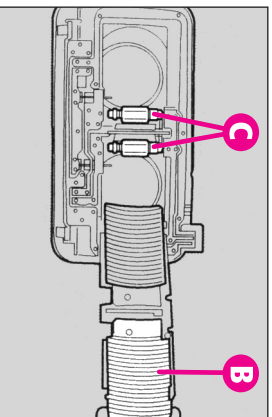

fig.53
- Deschideți capacul protector (B-fig.53).
- Înlocuiți becul ars (C-fig. 53) eliberându-l din legăturile laterale și asigurându-vă că noul bec se fixează corect între aceste legături.